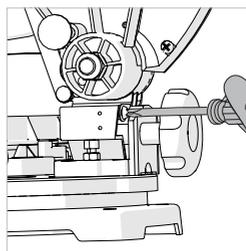

Afb. 9
- Maak de borgmoer op de afstelschroef voor de hoek schuin zagen los. **(Afb. 9)**